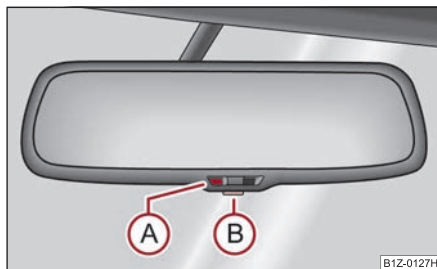

Fig. 73 Oglinza interioară cu reglare automată antiorbire
- Apăsați tasta (B) - lampa de control (A) se aprinde ⇒ fig. 73.